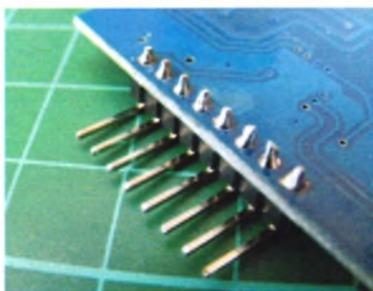

Рисунок 0.15
5. Качественная пайка должна выглядеть как сверкающий конус (рис. 0.15).